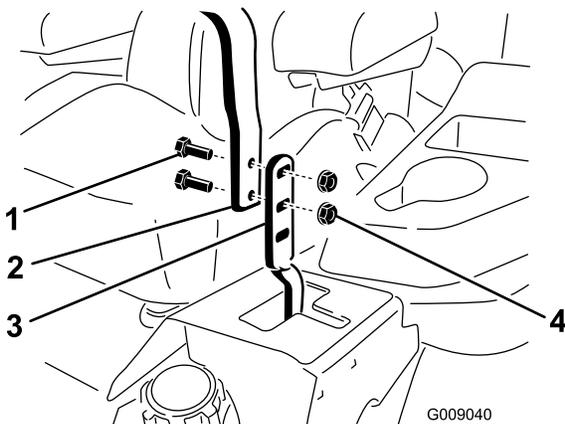

Bild 85
3. Lösen Sie die Schrauben und die Bundmuttern, die in den Hebeln installiert sind (Bild 85).
4. Fluchten Sie die Hebel in Längsrichtung aus. Bringen Sie die Hebel zuerst in der NEUTRAL-Stellung zusammen und schieben Sie die Hebel dann so lange, bis sie ausgefluchtet sind. Ziehen Sie dann die Schrauben an (Bild 85).